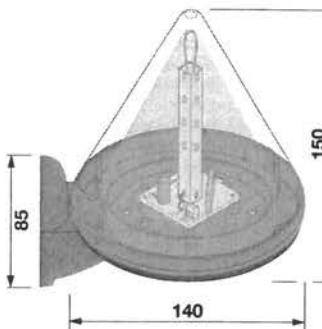

Fig. 1
The timer controlled warning light **LACOLED**, with electrical tension selection **24Vac/dc - 230Vac** on the terminal board and incorporated aerial, represents a valid visual warning system indicating that the gate/barrier etc. is in movement. Suitable for fitting to all types of system, its compact dimensions (see fig.1) and simplicity of installation makes it ideal for residential systems. The printed circuit is housed in a watertight container (protection grade IP54), fitted with a fast-fitting base for both wall and column mounted installations.
- Choose the definite position depending on the system requirements and make sure that the lights are visible from both the entry and exit directions fig. 1.
Le clignoteur temporisé **LACOLED**, avec sélection de la tension électrique **24Vac/dc** ou **230Vac** sur le bornier et antenne intégrée, est un organe efficace de signalisation optique des manœuvres en cours. Son application est possible sur tout type d'installation; la facilité de montage et ses dimensions réduites (voir figure 1) en font un avertisseur idéal pour des installations à usage domestique. Le circuit est logé dans un boîtier étanche (Indice de protection IP54), muni d'une base à fixation rapide pour une installation murale ou sur piliers. L'appareil répond aux contraintes des normes de sécurité.
- Choisir l'endroit de fixation en fonction de la particularité de l'installation en contrôlant la bonne visibilité de la signalisation en entrée et en sortie, voir fig. 1.
El relampagador temporizado **LACOLED**, con selección de la tensión eléctrica **24Vac/dc** o **230Vac** en la placa de bornes y antena incorporada, es un válido sistema visual para indicar una maniobra en curso de actuación. Apta para la aplicación en todos los tipos de instalaciones; su fácil instalación y sus dimensiones reducidas (fig.1) hacen que sea la lámpara intermitente ideal para las instalaciones residenciales.
- Determinar el punto de fijación a base de las exigencias de instalación, comprobando que haya una buena visibilidad de la señal, tanto a la entrada como a la salida, ver fig. 1.
Das Zeitgetaktete Blinkleuchte **LACOLED**, mit Auswahl der elektrischen Spannung 24Vac/dc und 230Vac über Klemmenleiste und integrierte Antenne, stellt ein leistungsfähiges, optisches Signalsystem von Betätigungen dar. Es ist zur Anwendung auf jedem Anlagenotyp geeignet; die einfache Installation und die geringen Abmessungen (siehe Abb. 1) machen es zum idealen Leuchtmelder bei Wohnanlagen. Der Schaltkreis ist in einem wasserfesten Gehäuse untergebracht (Schutzgrad IP 54). Die Gehäusebasis ermöglicht eine schnelle Anbringung bei Installationen an Pfeilern und Wänden.
- Wählen Sie die Anbringungsstelle gemäß den Anforderungen der Anlage, wobei Sie überprüfen sollten, dass die gute Sichtbarkeit des Leuchtmelders sowohl bei der Einfahrt als auch bei der Ausfahrt gewährleistet ist, siehe Abb. 1.